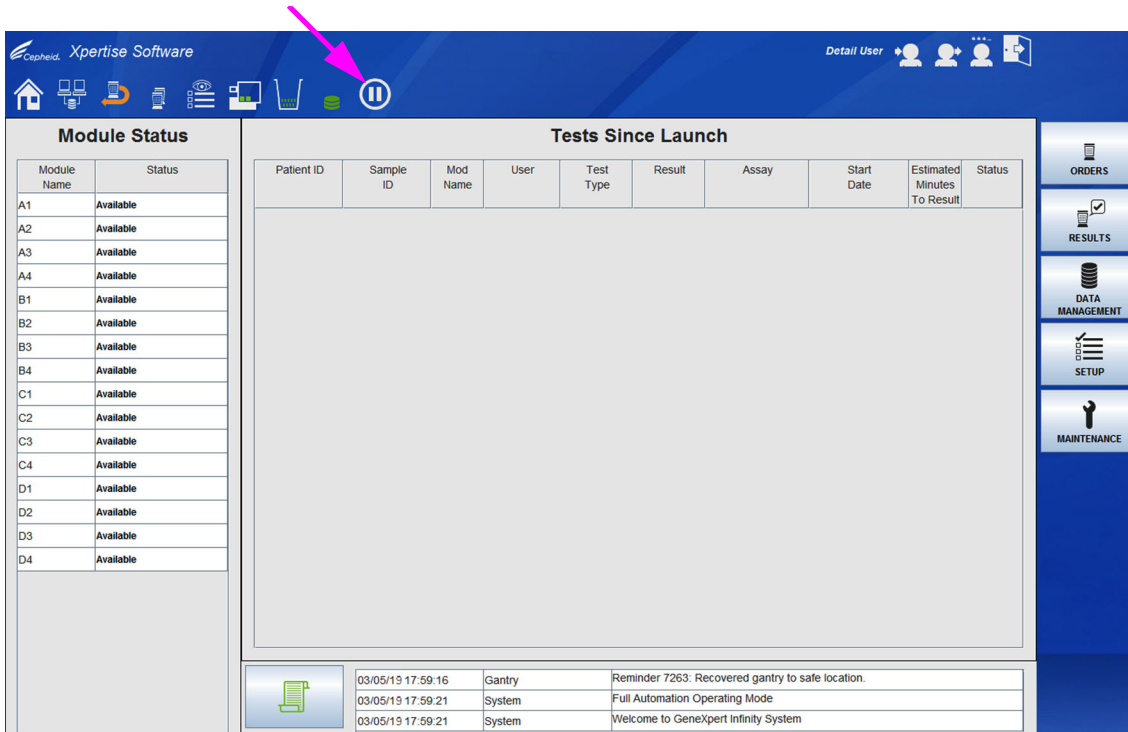
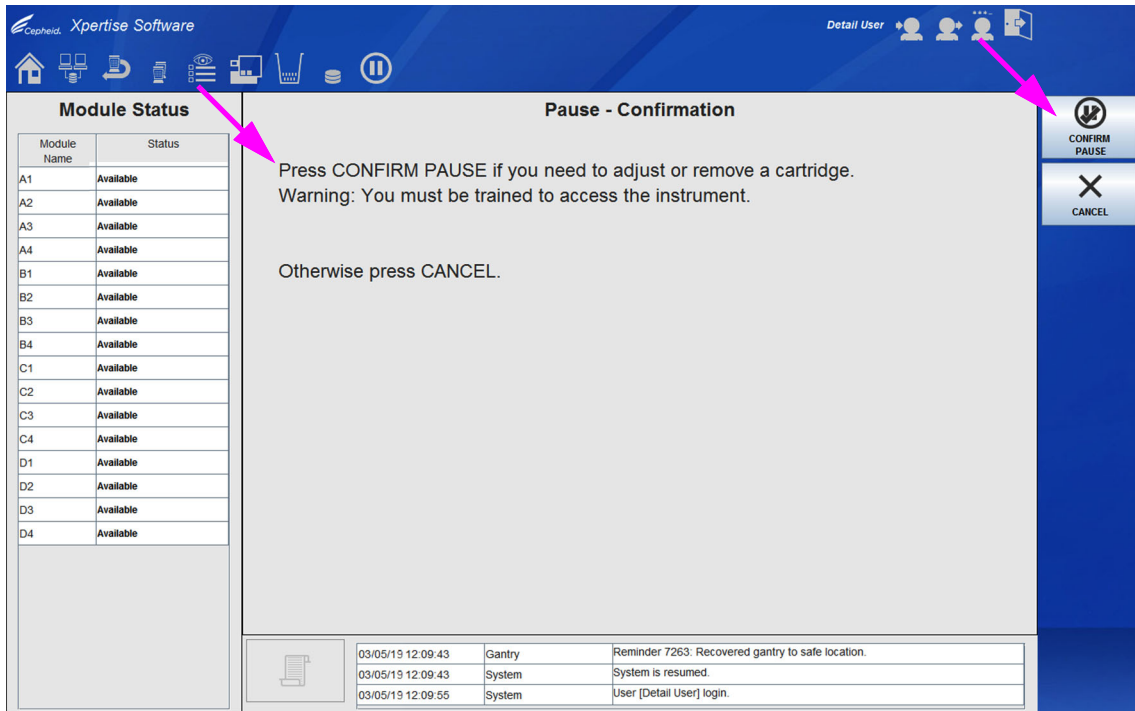
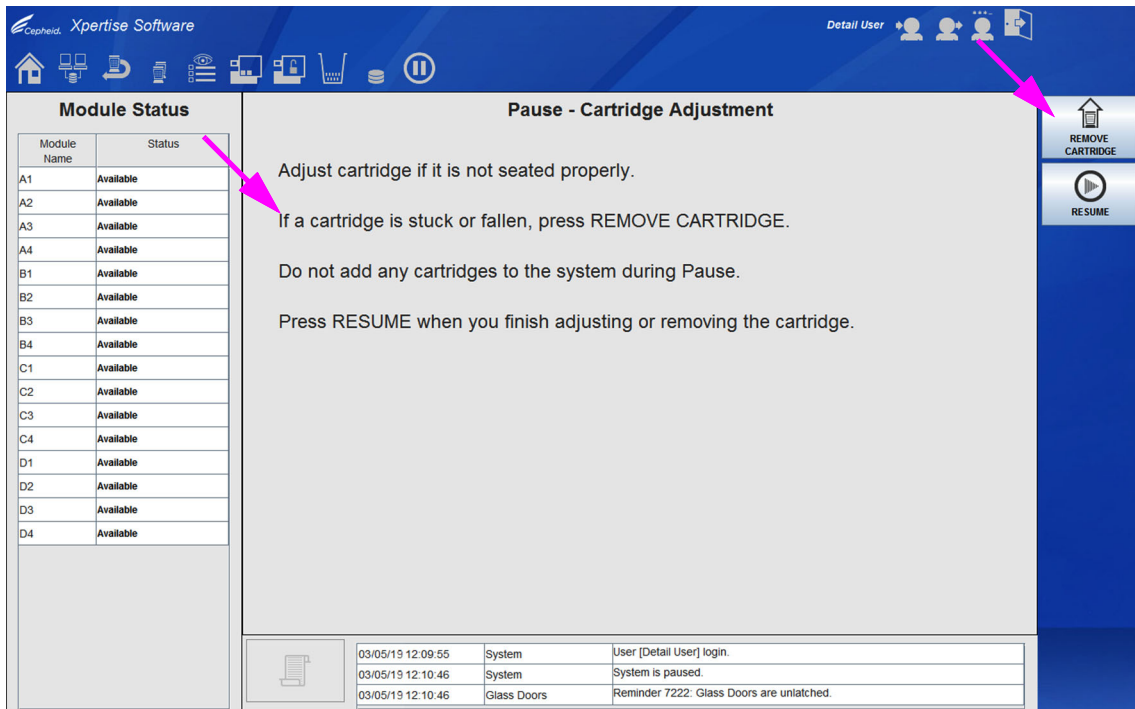

Figura 10-38. Área de trabalho inicial do software Xpertise
Figura 10-39. Área de trabalho Pause - Confirmation (Pausa - Confirmação)
Figura 10-40. Área de trabalho Pause - Cartridge Adjustment (Pausa - Ajuste do cartucho)
1. Selecione o ícone **Pause (Pausa)** localizado no painel de instrumentos (ver Figura 10-38). A área de trabalho Pause - Confirmation (Pausa - Confirmação) é apresentada. Ver Figura 10-39.
2. Leia e execute as instruções fornecidas na área de trabalho Pause - Confirmation (Pausa - Confirmação) (ver Figura 10-39) e selecione o botão **CONFIRM PAUSE (CONFIRMAR PAUSA)**. É apresentada a área de trabalho Pause - Cartridge Adjustment (Pausa - Ajuste do cartucho). Ver Figura 10-40.
3. Leia e execute as instruções fornecidas na área de trabalho Pause - Cartridge Adjustment (Pausa - Ajuste do cartucho). Ver Figura 10-40. Retire e leia os cartuchos que estejam encravados ou que o gantry deixou cair.